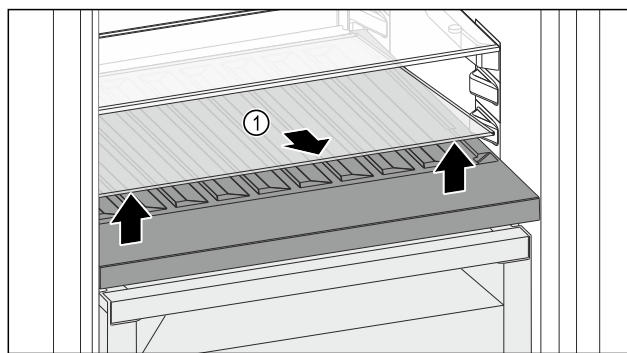

Fig. 109
- Løft glaspladen Fig. 109 (1) i udsparringen foran, og tag den ud.
- Opbevar glaspladen Fig. 109 (1) forsvarligt uden for enheden.